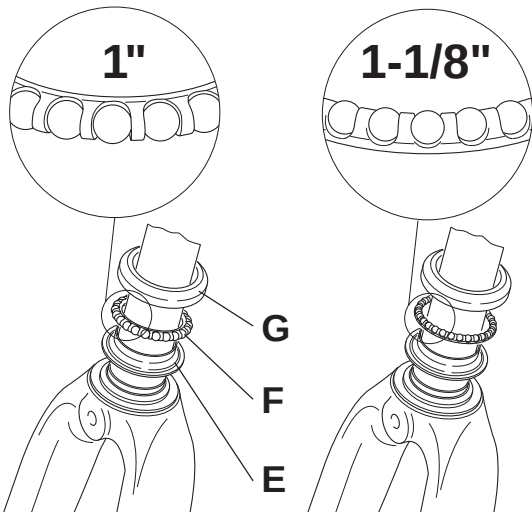
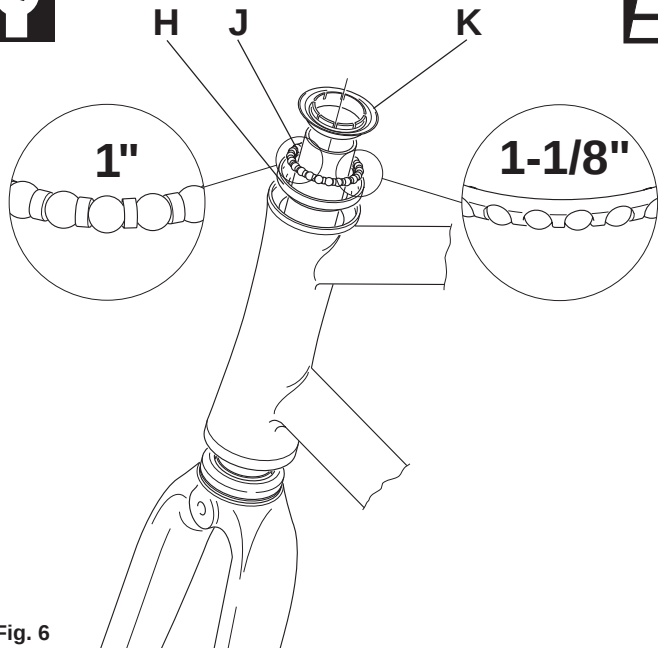

Fig. 5
Fig. 6
I Nota: le due gabbiette a sfere (F - Fig. 5 e J - Fig. 6) sono uguali; anche le due calotte (G - Fig. 5 e H - Fig. 6) sono uguali.
• Posizionate sulla forcilla come illustrato (Fig. 5) il cono inferiore (E), la gabbietta a sfere (F) ben ingrassata e prestando attenzione al verso di montaggio (sfere rivolte verso il basso per 1" e verso l'alto per 1-1/8"), e la calotta (G) dopo averne ingrassato abbondantemente l'interno.
GB Note: the two retainer bearings (F - Fig. 5 and J - Fig. 6) are identical and also the two bearing cup races (G - Fig. 5 and H - Fig. 6) are also identical.
• Insert onto the fork, as shown in fig.5: the lower bearing cone race E, the retainer bearing (F) making sure is well greased and paying attention to the orientation (balls facing downward for 1" and facing upward for 1-1/8"), and the bearing cup race G, which must be well- lubricated internally.
D Hinweis: Die beiden Kugelringe (F - Abb. 5 und J - Abb. 6) sind identisch; auch die beiden Lagerschalen (G - Abb. 5 und H - Abb. 6) sind gleich.
• Wie (in Abb.5) dargestellt, den unteren Konus (E), den gut gefetteten Kugelring (F) unter Beachtung der Montagerichtung (Kugeln nach unten gerichtet bei 1"-Gabel und nach oben gerichtet bei 1-1/8"-Gabel) aufsetzen, dann die innen ebenfalls sehr gut eingefettete Lagerschale (G) auf der Gabel positionieren.
F Note : les deux cages à billes (F - Fig. 5 et J - Fig. 6) sont les mêmes, ainsi que les deux cuvettes (G - Fig. 5 et H - Fig. 6).
• Comme le montre la figure 5, positionner sur la fourche le cône inférieur (E), la cage à billes (F) bien graissée en faisant attention au sens de montage (billes tournées vers le bas pour 1" et vers le haut pour 1-1/8"), ainsi que la cuvette (G) après avoir largement graissé son intérieur.
E Nota: los dos portabolas (F - Fig. 5 y J - Fig. 6) son iguales, así como las dos cazoletas (G - Fig. 5 y H - Fig. 6).
• Colocar en la horquilla, como indicado (Fig. 5), el cono inferior (E) y el portabolas (F) bien engrasado, teniendo cuidado de ponerlos en el sentido apropiado (bolas dirigidas hacia abajo para 1" y hacia arriba para 1-1/8"), y la cazoleta (G) tras haber engrasado abundantemente la parte interior.
NL Opmerking: de twee kogellagers (F - fig. 5 en J - fig. 6) zijn identiek en ook de twee kogelcups (G - fig. 5 en H - fig. 6) zijn identiek.
• Plaats op de vork, zoals getekend in fig 5: de onderste kogellagercup (E) en de bijbehorende kogellagers. Zorg ervoor dat de kogellagers goed ingevet zijn en dat ze in de juiste richting geplaatst worden (naar beneden gericht voor 1" en naar boven gericht voor 1-1/8". Plaats vervolgens de kogellagercup (G).
I • Inserite la forcella nel tubo sterzo del telaio e posizionatevi come illustrato (Fig. 6) la calotta (H) dopo averne ingrassato abbondantemente l'interno, la gabbietta a sfere (J) ben ingrassata prestando attenzione al verso di montaggio (sfere rivolte verso l'alto per 1" e verso il basso per 1-1/8") e infine il cono superiore (K).
GB • As shown in fig. 6, insert the fork steerer into the head tube of the frame. Before inserting the bearing cup race (H) and the retainer bearing (J), lubricate both thoroughly, paying attention to the orientation (balls facing downward for 1" and facing upward for 1-1/8"), and then insert the upper bearing cone race K (CAUTION!: this is different from part E. Do not confuse these two parts).
D • Die Gabel in das Gabelschaftrohr des Rahmens einführen und dann (wie in Abb. 6 dargestellt) die innen sehr gut eingefettete Lagerschale (H) einsetzen. Danach unter Beachtung der Montageichtung (Kugeln für 1" nach oben gerichtet und für 1-1/8" nach unten gerichtet) den gut gefetteten Kugelring (J) und schließlich den oberen Konus (K) einsetzen.
F • Insérer la fourche dans le tube de direction du cadre. Comme le montre la figure 6, y positionner la cuvette (H) après l'avoir largement graissée à l'intérieur, la cage de billes (J) bien graissée elle aussi, en faisant bien attention au sens de montage (avec les billes tournées vers le haut pour 1" et vers le bas pour 1-1/8"). Monter enfin le cône supérieur.
E • Meter la horquilla en la barra de dirección del cuadro y, como aparece en la Fig. 6, colocar la cazoleta (H) tras haber engrasado abundantemente su parte interior, y el portabolas (J) bien engrasado, teniendo cuidado de ponerlos en el sentido apropiado (bolas dirigidas hacia arriba para 1" y hacia abajo para 1-1/8"), y por último, instalar el cono superior (K).
NL • Plaats de vorkbuis in de balhoofdbuis van het frame, zoals afgebeeld in fig. 6, plaats de kogellagercup (H) en de bijbehorende kogellagers (J). Zorg ervoor dat de kogellagers goed ingevet zijn en dat ze in de juiste richting geplaatst worden (naar beneden gericht voor 1" en naar boven gericht voor 1-1/8"). Plaats vervolgens de bovenste kogellagercup K (aandacht: dit is anders dan deel E).